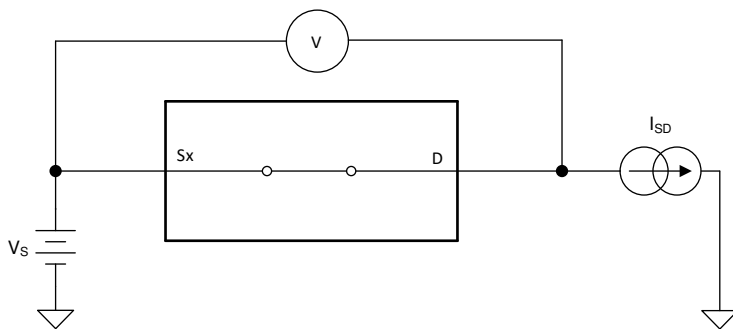

图 6-1. 导通电阻测量设置
器件的导通电阻是器件源极 (Sx) 和漏极 (D) 引脚之间的欧姆电阻。导通电阻随输入电压和电源电压的变化而变化。符号 R_{ON} 用于表示导通电阻。图 6-1 展示了用于测量 R_{ON} 的测量设置。电压 (V) 和电流 (I_{SD}) 可通过此设置进行测量，而 R_{ON} 可通过 $R_{ON} = V/I_{SD}$ 来计算：